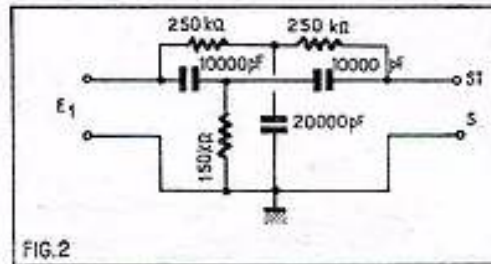
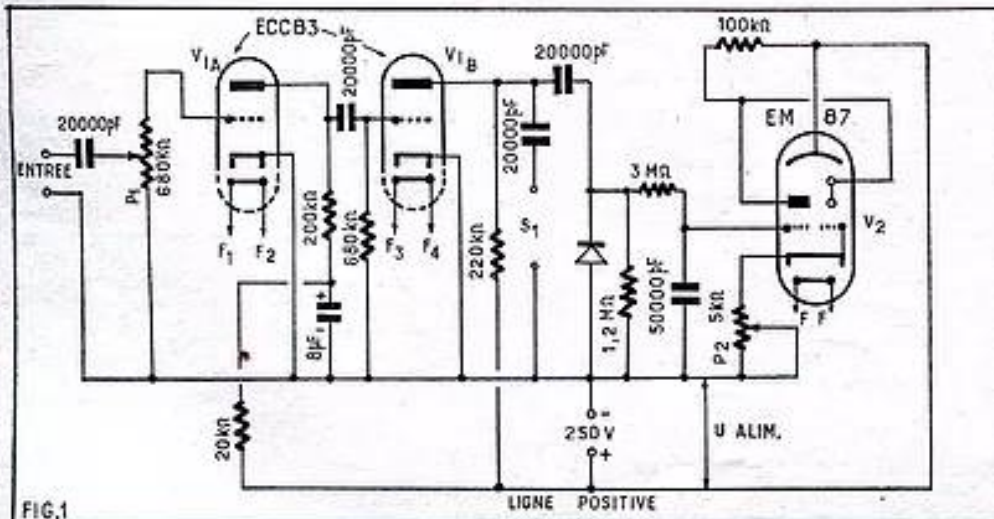
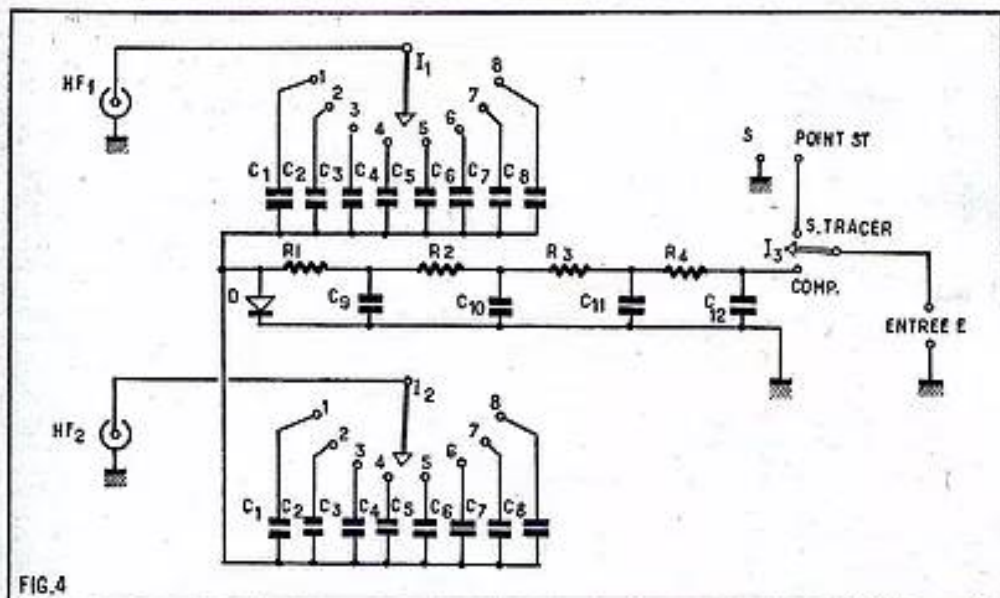
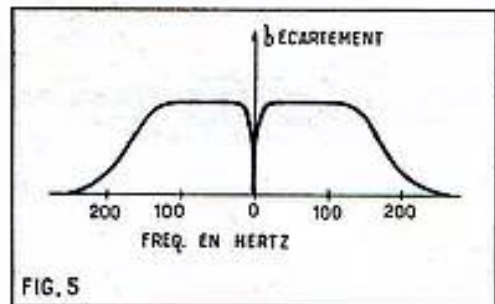

FIG. 2
FIG. 1
FIG. 4
FIG. 5
Dans ce cas, celui-ci amènera le signal à faible niveau au niveau plus élevé permettant d'agir sur le tube EM87 comme nous l'avons montré dans notre précédente étude. Nous donnons à la figure 1 le schéma de l'amplificateur et de l'indicateur. Le signal est appliqué aux bornes entrée dont l'une est à la ligne de masse et l'autre isolée par un condensateur de 20 000 pF du potentiomètre et de la grille du premier tube.
Ce montage, dont toutes les valeurs des éléments sont indiquées sur le schéma de la figure 1, convient pour des signaux BF et même de fréquence plus élevée, pouvant atteindre 50 kHz.
Un filtre 50 Hz peut précéder l'entrée. Il se compose d'un double T dont le schéma est donné par la figure 2. L'ensemble des deux figures 1 et 2, représente un schéma de signal-tracer extrêmement sensible pouvant être utilisé en dépannage, mise au point et autres applications.
On peut réaliser un comparateur de fréquences en utilisant comme indicateur le montage de la figure 1 (à l'exclusion de celui de la fig. 2) auquel on associera le dispositif de la figure 4.
L'appareil ainsi constitué peut être combiné avec le signal tracer de la manière suivante : pour les deux, on prévoit le montage amplificateur et indicateur de la figure 1 précédé du commutateur I₁ indiqué sur la figure 4. En position « Comp » l'entrée E reçoit le signal du comparateur de fréquence tandis qu'en position S tracer, il reçoit le signal de la sortie S du filtre de la figure 2 qui doit précéder l'amplificateur pour constituer un signal tracer ou d'autres montages analogues. Revenons au comparateur de fréquences dont le schéma est donné à la figure 4.
- le générateur G réglé sur f₀ et 20 mV, branché à l'entrée HF1 du dispositif mélangeur de la figure 4 ;
- le mélangeur M de la figure 4 ;
- l'amplificateur et l'indicateur (fig. 1) avec le commutateur I₁ en position « Comp » ;
Considérons la courbe de la figure 5 et tenons compte de la présence du filtre passe-bas du mélangeur de la figure 4.
La courbe de la figure 5 montre que :